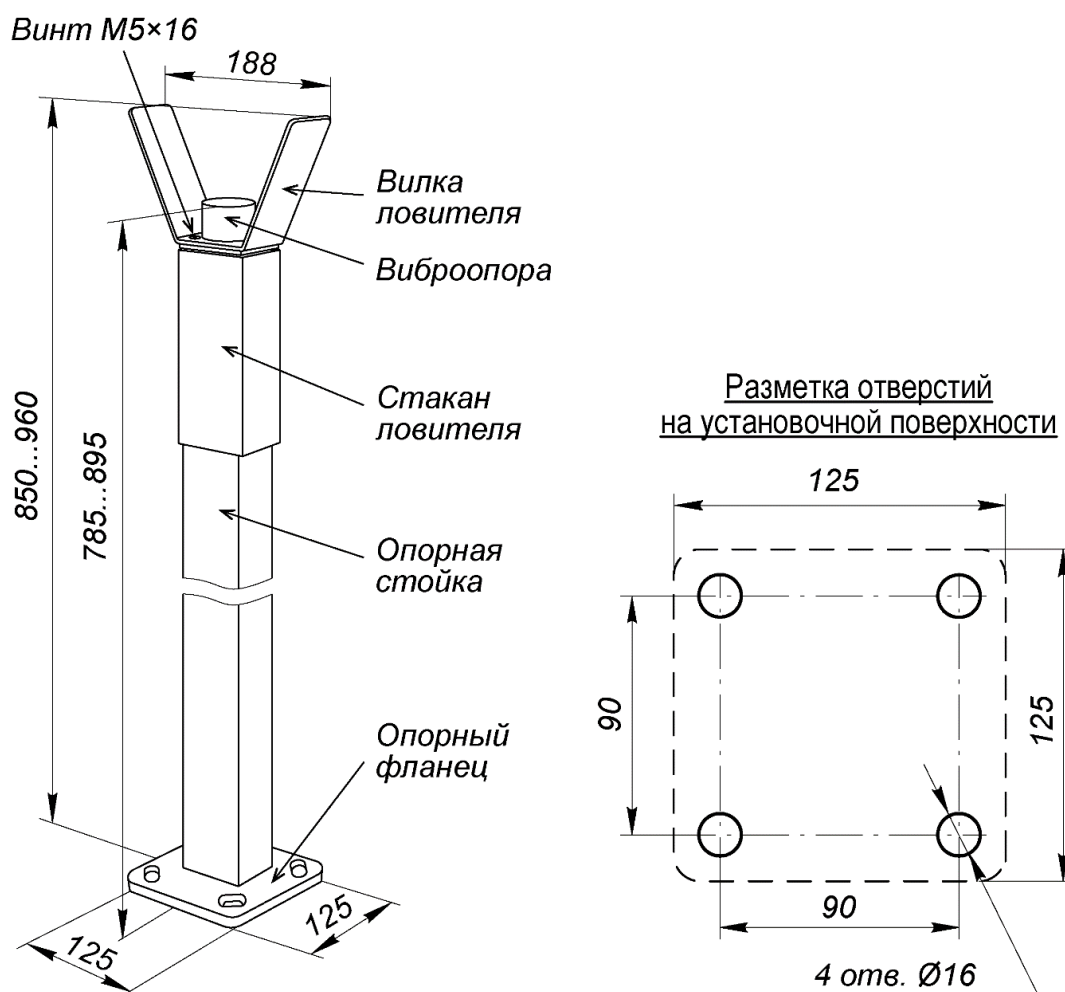

Рисунок 13. Внешний вид опорной стойки с ловителем стрелы PERCo-GBS1
1. Выполните в установочной поверхности отверстия в соответствии с разметкой (рис. 13). Ось опорной стойки должна совпадать с продольной осью стрелы шлагбаума (обращаем внимание, не с осью стойки шлагбаума!, см. рис. 7). Размер отверстий на схеме указан для анкеров типа PFG IH10 («SORMAT»), при использовании других типов анкеров необходимо выполнять отверстия соответствующих им диаметра и глубины.